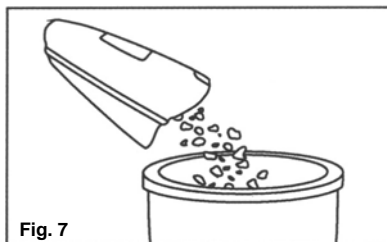

Fig. 7
3. Vacíe la tierra del recipiente. ( Fig. 7)